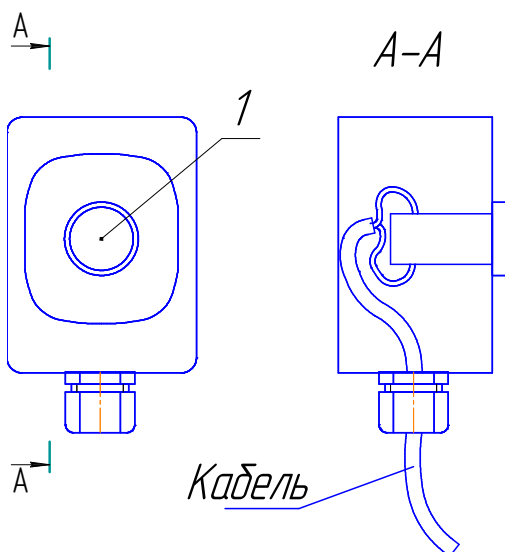

Рисунок 4 –Кнопочный пост.
На лицевой стороне находятся следующие органы управления (Рисунок 4):
1.1.3 Подключение кабеля осуществляется на клеммы кнопки (Рисунок 4)